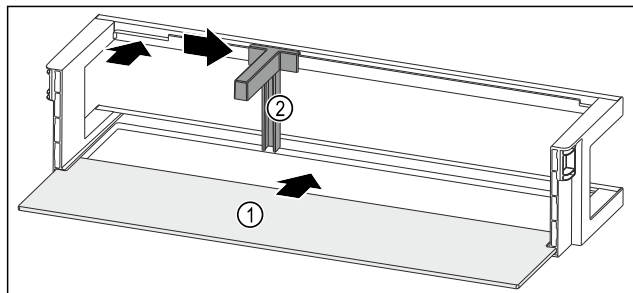

Fig. 216 Türabsteller mit Abstellfläche
- ▶ Abstellfläche Fig. 216 (1) in die seitlichen Aussparungen einschieben.
- ▶ Flaschenhalter Fig. 216 (2) in die Aussparung einsetzen.
- ▶ Flaschenhalter Fig. 216 (2) in gewünschte Position zur Seite schieben.